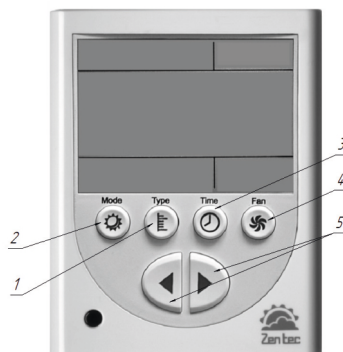

Рисунок 3.
5.6 Управление осуществляется с помощью выносной панели управления Z033 (рис. 3), также возможно подключение к сети централизованного контроля (управление с пункта диспетчера). Передача информации осуществляется с помощью протокола Modbus RTU, по интерфейсу RS485.